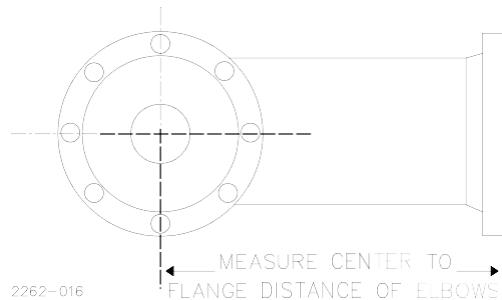

Figura A-1 Medidas cuando se utilizan codos
1. Determine la longitud de la cara de la brida a la cara de la brida del tramo de línea de transmisión necesario. Si el recorrido incluye un codo, consulte la Figura A-1 para determinar la longitud del codo.